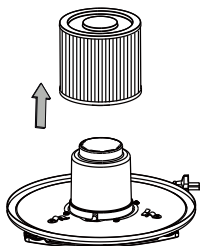

Fig. 10
- Fjern forsigtigt patronfilteret fra strømhovedet (fig. 10).